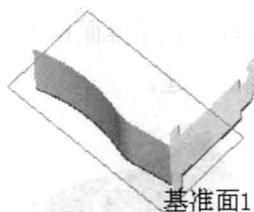

图 1.8 斜接法兰 1
Step4. 创建图 1.8 所示的钣金特征——斜接法兰 1。选择下拉菜单 **插入(I)** →